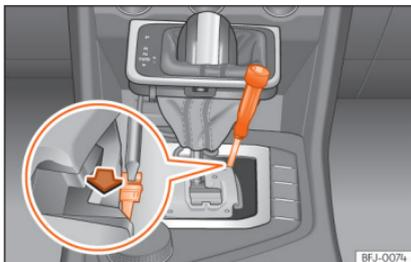

Fig. 170 Alavanca seletora: desbloqueio de emergência a partir da posição de estacionamento.
- Com a ajuda da parte plana de uma chave de fendas, pressione lateralmente a patilha amarela e mantenha-a pressionada » » Fig. 170 .